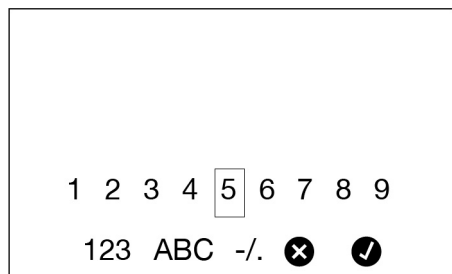

FIG. 47
2. Aparecerá la pantalla que se muestra en Fig. 47. Esta pantalla se puede utilizar para crear una descripción única para el PREAJUSTE.